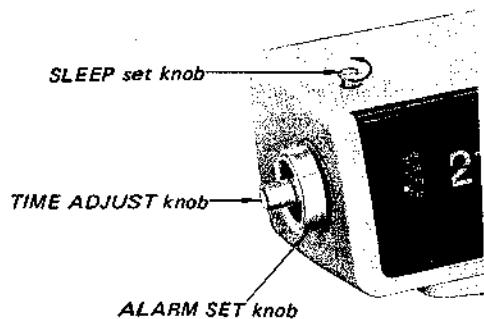

Fig. 2-5.
3. Lösen der Schrauben (Fig. 2-5).